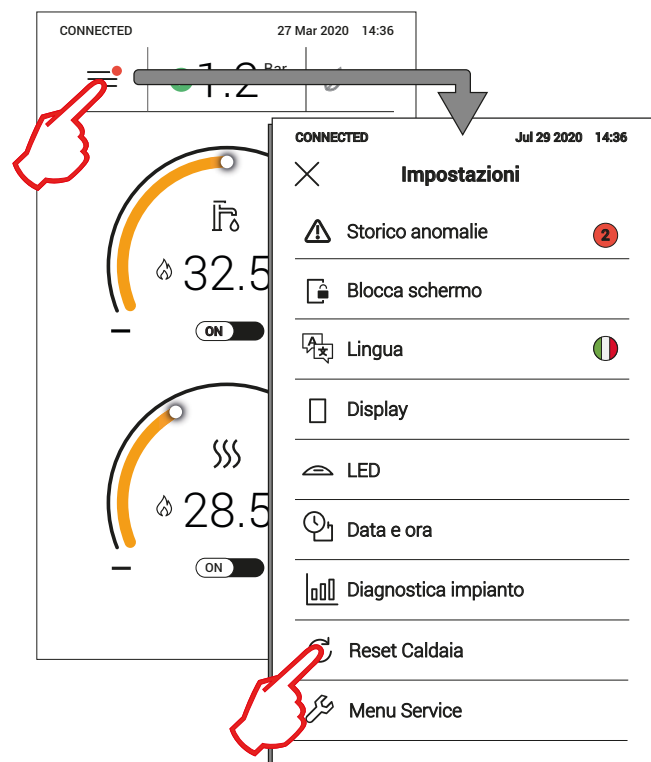

fig. 35
- 2 - Atingând pictograma meniului principal și apoi [Resetare centrală], când apare un ecran similar cu cel afișat în fig. 35 (pictograma meniului principal, cu un punct roșu).